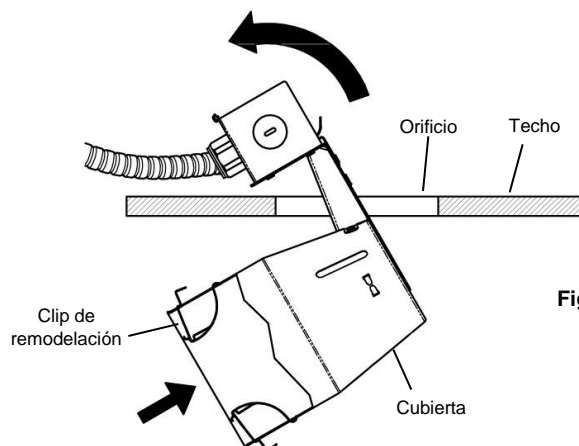

Fig. 4
1. Deslice la cubierta a través del orificio del techo (Fig. 4).